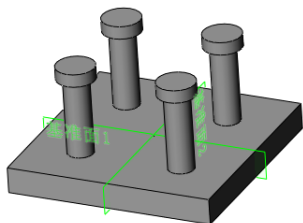
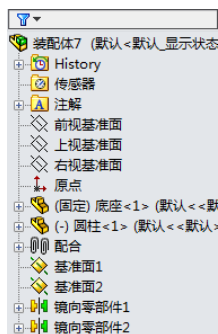

图 7-60 镜像后的装配体图形
图 7-61 装配体文件的“FeatureManager 设计树”
**14** 确认镜像的零件。单击属性管理器中的“确定”图标按钮，零件镜像完毕，结果如图 7-60 所示。此时装配体文件的“FeatureManager 设计树”如图 7-61 所示。